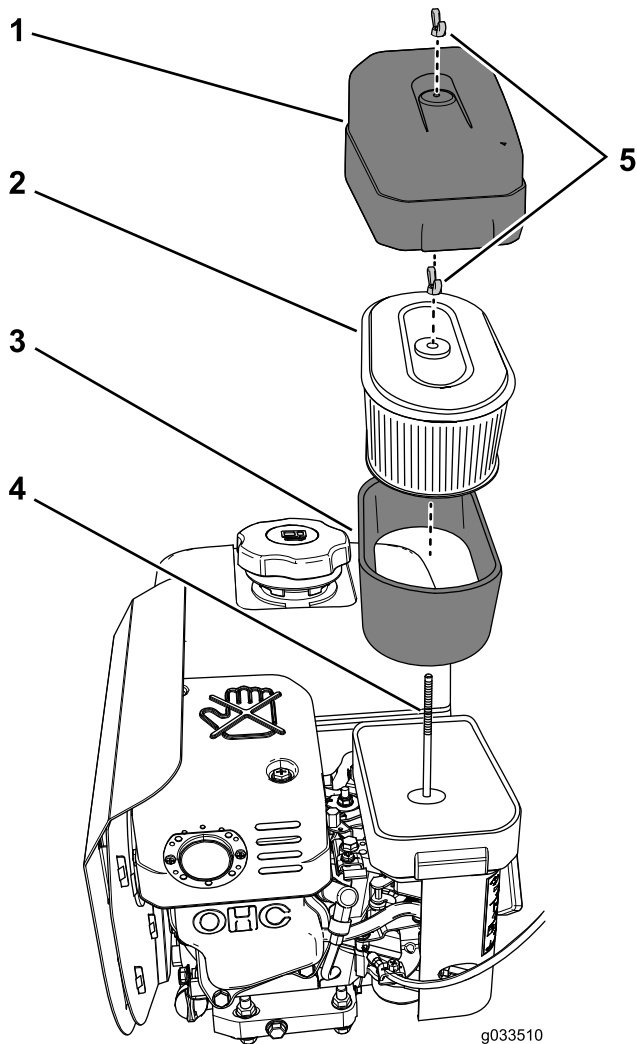

Bild 6
2. Reinigen Sie den Bereich um den Luftfilter herum, um zu verhindern, dass Schmutz in den Motor fällt und Schäden verursacht (Bild 6).
3. Entfernen Sie die Flügelmutter, mit der die Luftfilterabdeckung befestigt ist, und nehmen Sie die Luftfilterabdeckung ab (Bild 6).
4. Drehen Sie die Flügelmutter, mit der der Papierluftfiltereinsatz und der Schaumstoffeinsatz befestigt ist, gegen den Uhrzeigersinn und entfernen Sie die Filtereinsätze von der Niederhalterstange (Bild 6).
5. Ziehen Sie den Schaumstoffeinsatz vorsichtig vom Papiereinsatz (Bild 6).
1. Untersuchen Sie den Einsatz auf Risse, einen öligen Film und Schäden (Bild 6).
1. Schieben Sie den Schaumstoffeinsatz vorsichtig auf den Papierluftfiltereinsatz (Bild 6).
2. Das Loch in der oberen Platte des Papierluftfiltereinsatzes mit der Niederhalterstange des Vergasers ausrichten (Bild 6).
3. Befestigen Sie die Filtereinsätze am Vergaser mit der Flügelmutter (Bild 6), die Sie im Schritt 4 von Entfernen der Schaumstoff- und Papiereinsätze \(Seite 6\) entfernt haben.
4. Richten Sie das Loch in der Luftfilterabdeckung mit der Niederhalterstange aus (Bild 6) und befestigen Sie die Luftfilterabdeckung an der Niederhalterstange mit der Flügelmutter, die Sie im Schritt 3 von Entfernen der Schaumstoff- und Papiereinsätze \(Seite 6\) entfernt haben.